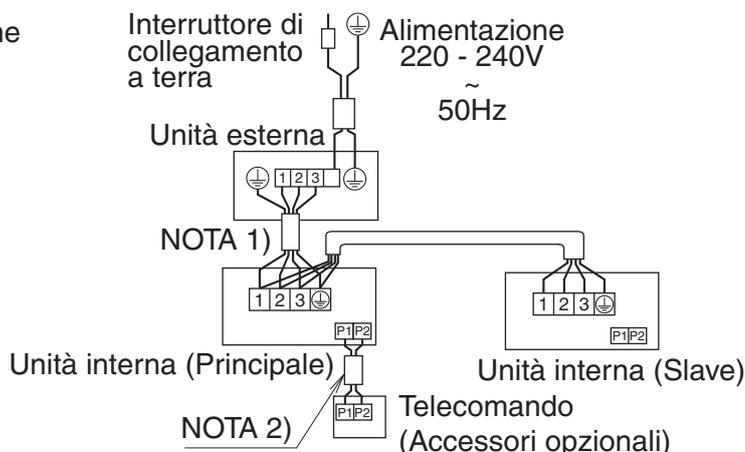

Fig. 41
- **Sistema a funzionamento simultaneo:** 1 comando a distanza comanda 2 unità interne (2 unità interne che funzionano allo stesso modo). (Fare riferimento alla Fig. 41)